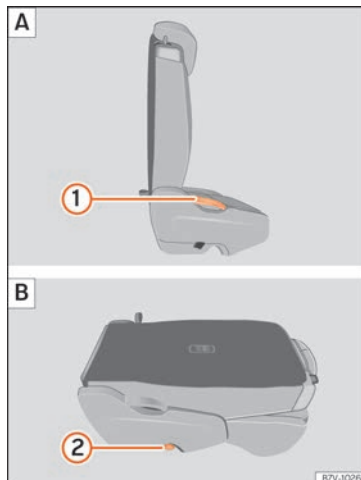

**Fig. 143** Segunda fila de asientos: pliegue el asiento trasero (A), asiento trasero como superficie de carga (B).
- Retire los objetos de la zona reposapiés situada delante y detrás del asiento trasero »» ❶.
- Tire de la palanca »» fig. 143 ❶ hacia arriba y pliegue el respaldo hacia delante. La banqueta completa se pliega hacia delante »» ❷.
- Baje el respaldo plegado hacia delante hasta que esté encastrado en la posición de la superficie de carga »» fig. 143 ❷.
- Tire de la palanca »» fig. 143 ① hacia arriba y coloque el respaldo en vertical. El asiento completo se pliega hacia atrás.